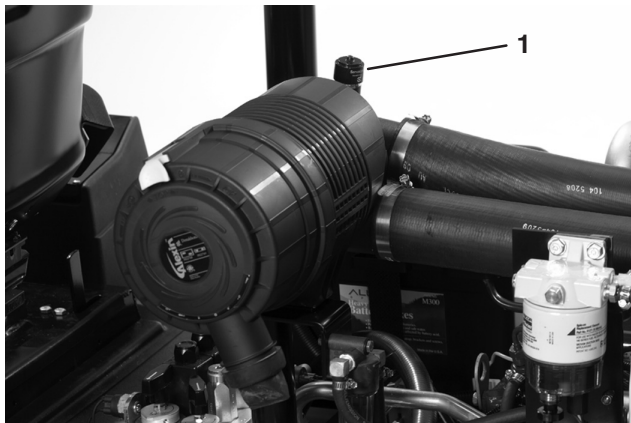

Bild 43
Warten Sie die Luftfilter, wenn die Luftfilteranzeige (Bild 43) rot anzeigt oder alle 400 Stunden (bei einer sehr staubigen oder schmutzigen Umgebung häufiger). Warten Sie den Luftfilter nicht zu häufig.
8. Stellen Sie die Anzeige (Bild 43) zurück, wenn sie auf rot steht.